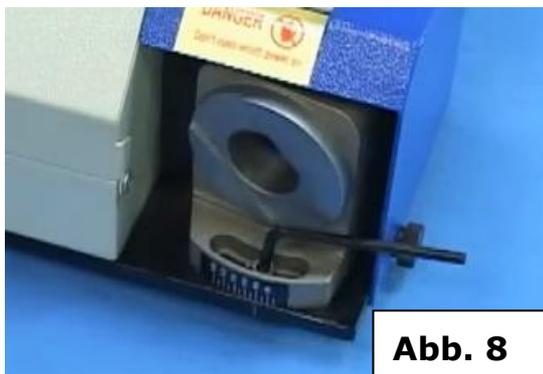

**Abb. 6**
- In dieser Position den Bohrer in der Spannzange mit der rechten Hand im Uhrzeigersinn festdrehen. (Abb. 6)